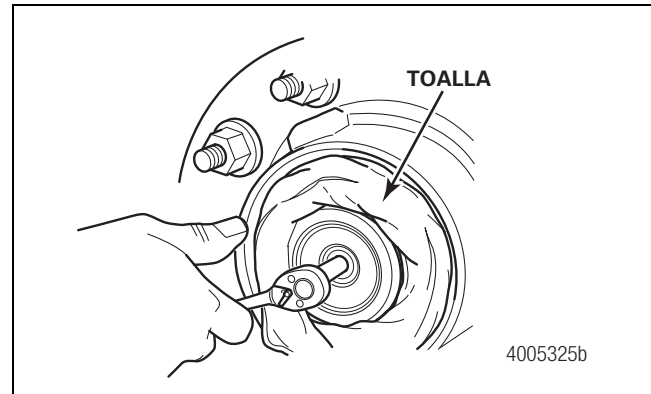

Figura 2.41
2. Use una llave de 5/8 de pulgada para apretar el estator aproximadamente 2 1/2 vueltas adicionales o 23-28 lb-pie (31.18-37.96 N•m), para lograr un cierre hermético. Figura 2.41.